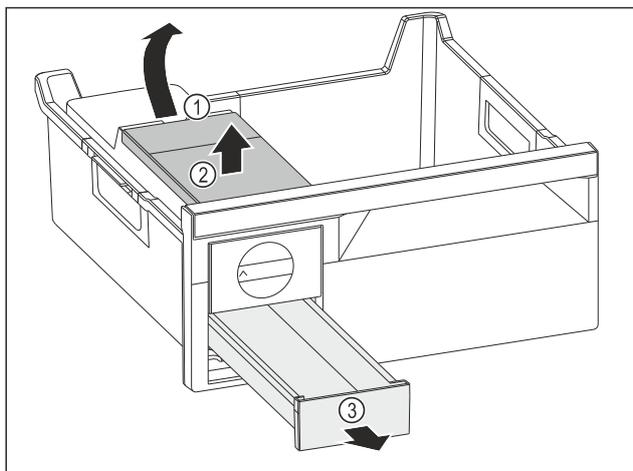

Fig. 88
- ▶ Вийняти бак для води: підняти бак для води за заглиблення Fig. 88 (1).
- ▶ Вийняти бак для води Fig. 88 (2) рухом вгору.
- ▶ Вийняти висувний ящик для кубиків льоду Fig. 88 (3) рухом вперед.